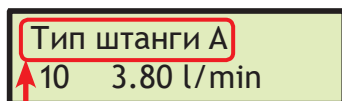

Рис. 63
- Прежде всего выберите тип задаваемой штанги (Рис. 63).
Клавиша **RATE** позволяет переходить с одной установки на другую; изменяемое значение мигает на дисплее. Клавиша **OK**, на этой странице подтверждает установку целого типа штанги и автоматически возвращает на выбор типов (Рис. 63).